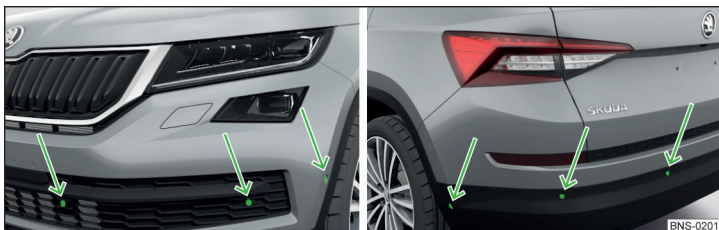

Abb. 267 Verbaort der Sensoren auf der linken Fahrzeugseite: vorn / hinten
- Die Systemsensoren » Abb. 267 auf Seite 235 sauber, schnee- sowie eisfrei halten und mit keinerlei Gegenständen abdecken, anderenfalls kann die Systemfunktion eingeschränkt sein.
Das System berechnet mithilfe von Ultraschallwellen den Abstand zwischen dem Stoßfänger und einem Hindernis. Die Ultraschallsensoren befinden sich je nach Fahrzeugausstattung im hinteren bzw. auch im vorderen Stoßfänger » Abb. 267.